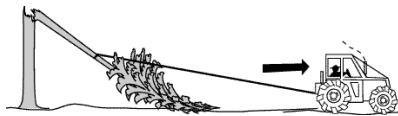

Figure 18 : La cassure n'est pas accessible : on fait d'abord tomber la cime à l'aide d'un treuil
- **2ème cas** : la cassure n'est pas accessible (Figure 18) :